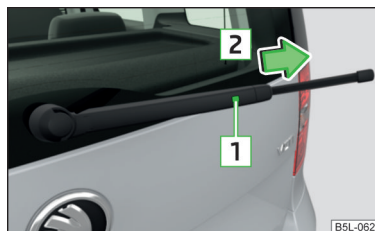

Fig. 192
- Levante la varilla del limpiaparabrisas separándola del cristal » fig. 192.